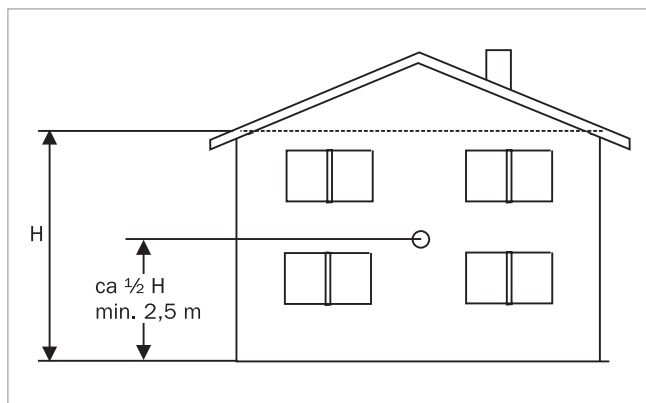

Abb. 108: Position des Außensensors
- Auf halber Höhe der Fassade, mindestens jedoch auf 2,5 m Höhe vorsehen (siehe → Abb. 108).